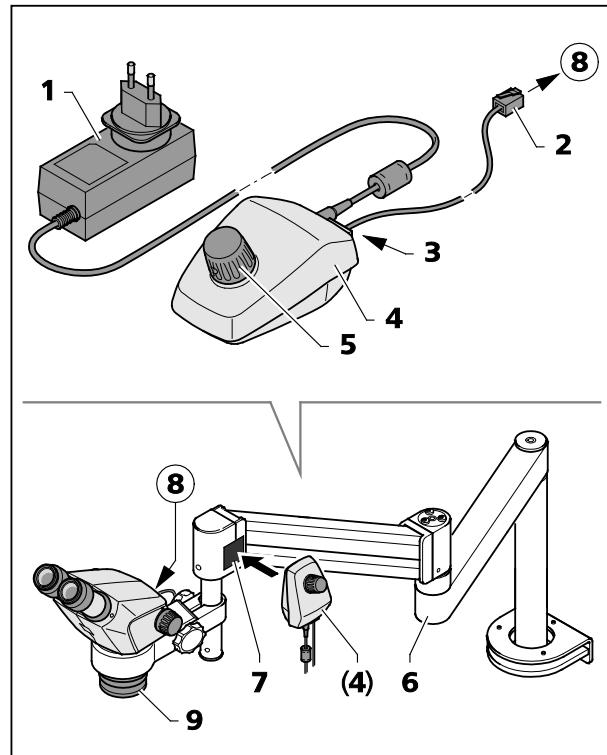

Fig. 24 Controller K LED
Le Controller K (Fig. 24/4) sert à commander l'éclairage vertical du corps de microscope Stemi 305 ou de l'éclairage annulaire dans le cas de l'utilisation des statifs à bras horizontal B ou U ou d'autres statifs.
- Vissez le système optique additionnel 0,5x/185 mm (Fig. 24/9) sur le corps de microscope.
- Pour utiliser l'éclairage annulaire, fixez-le sur le système optique additionnel (Fig. 24/9) au moyen de l'adaptateur qui fait partie de la fourniture (diamètre int. 58 mm, diamètre ext. 66 mm).
- Appliquez la face autocollante de la plaquette aimantée (Fig. 24/7) sur le statif à bras pivotant.
- Enfichez une extrémité du câble de raccordement fourni (long de 1 m) (Fig. 24/2) dans la prise (Fig. 24/8) sur le corps de microscope ou l'éclairage annulaire et l'autre extrémité dans la prise (Fig. 24/3) figurant au dos du Controller K (Fig. 24/4).
- Fixez le Controller K (Fig. 24/4) à la plaquette aimantée (Fig. 24/7).
- Avec le bloc d'alimentation (Fig. 24/1), raccordez le Controller K au réseau d'alimentation électrique.
- Orientez le statif à bras pivotant (Fig. 24/6) de manière à pouvoir travailler dans une position ergonomique.
- Appuyez sur le bouton rotatif (Fig. 24/5) du Controller K, pour allumer l'éclairage vertical (ou l'éclairage annulaire) et réglez l'intensité de l'éclairage en tournant le bouton.